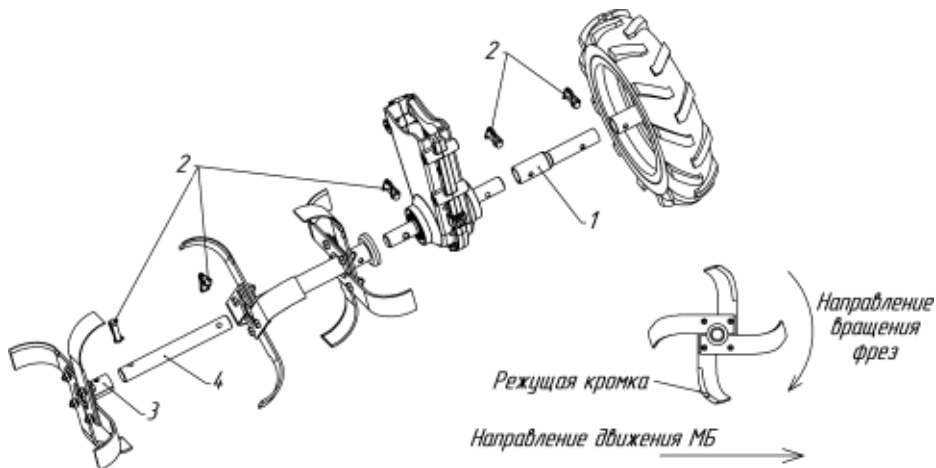

Рис.16. Схема установки 6 фрез-культиваторов или колес
Установите на полуоси и закрепите стопорами необходимое количество фрез-культиваторов (рис.16, 17), установите закрылки (рис.11) и оденьте защитные очки.
- открутить 4 болта (см. рис.16);
- установить стартер на место таким образом чтобы ручка стартера была расположена на 10 часов (см. рис.16);
- закрутить 4 болта (см. рис.16).